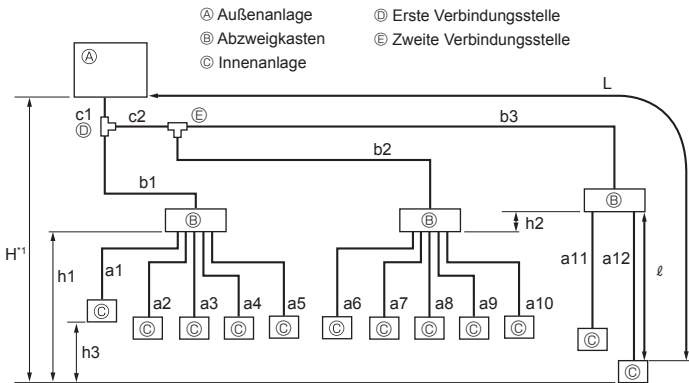

Fig. 4-2
4.1.2. Verbindung mit Abzweigkasten (Fig. 4-2)